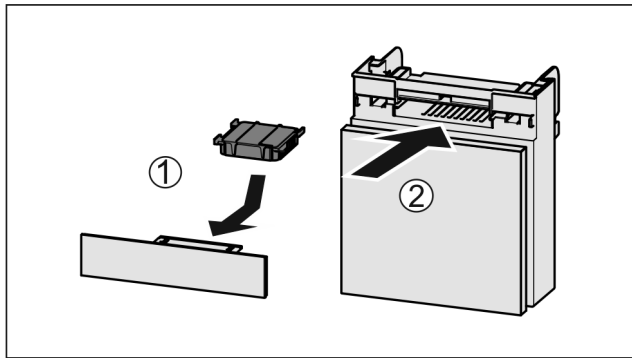

Fig. 147
- ▶ Поставете Fig. 147 (1) филтъра с активен въглен, както е показано на фигурата.
- ▶ Вкарайте Fig. 147 (2) отделениято.